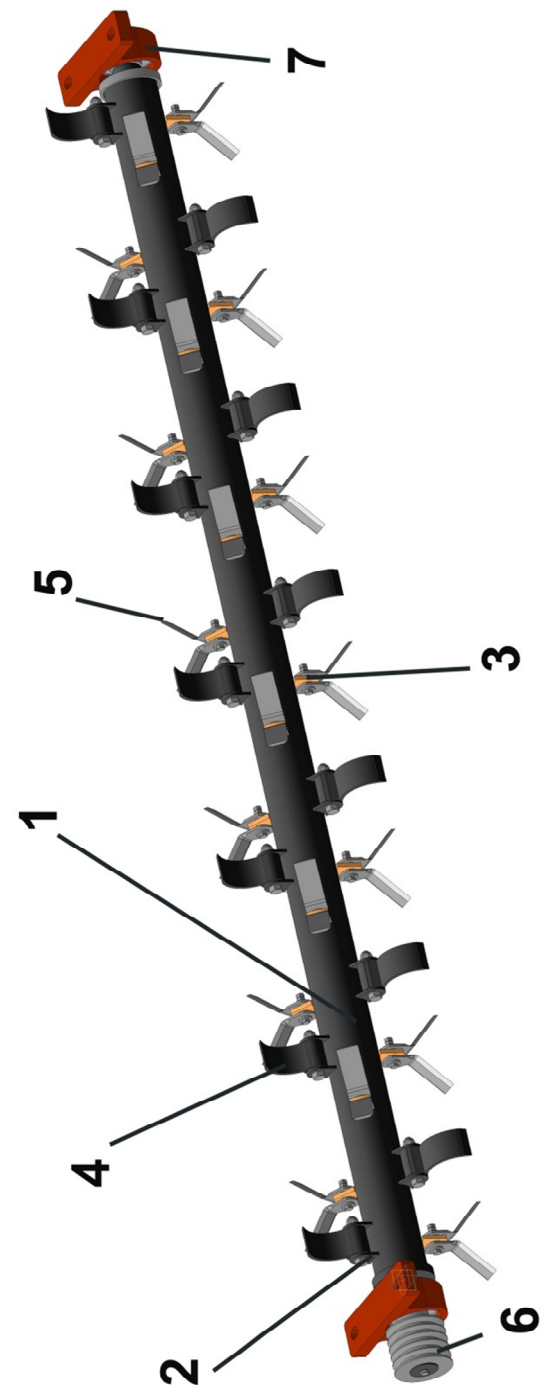
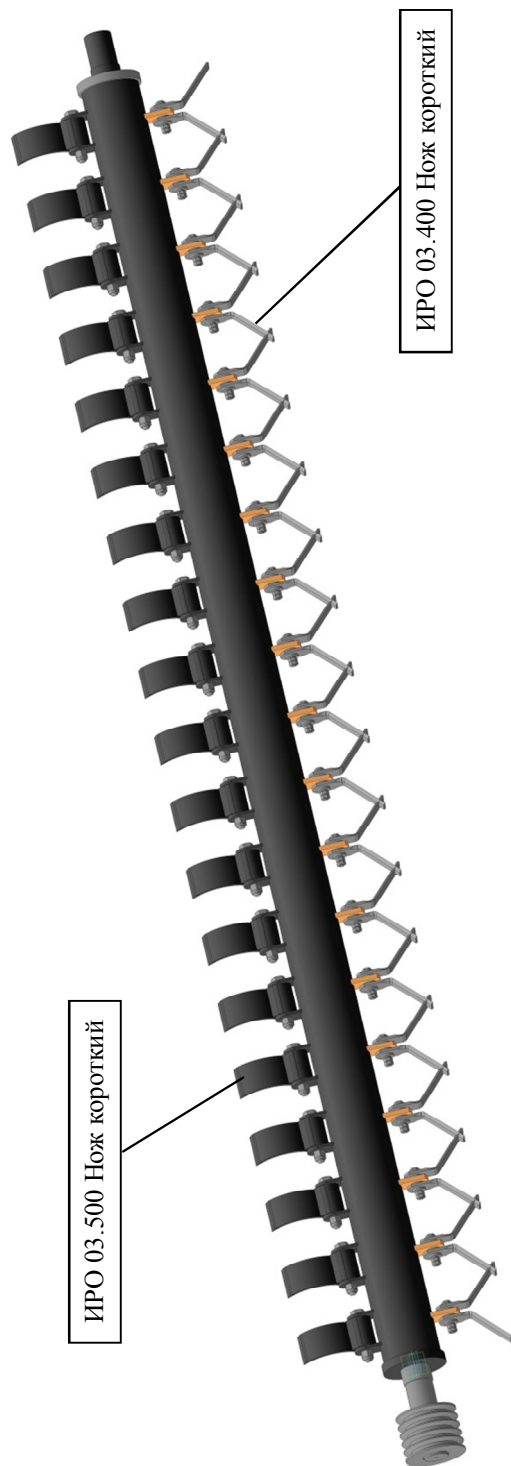
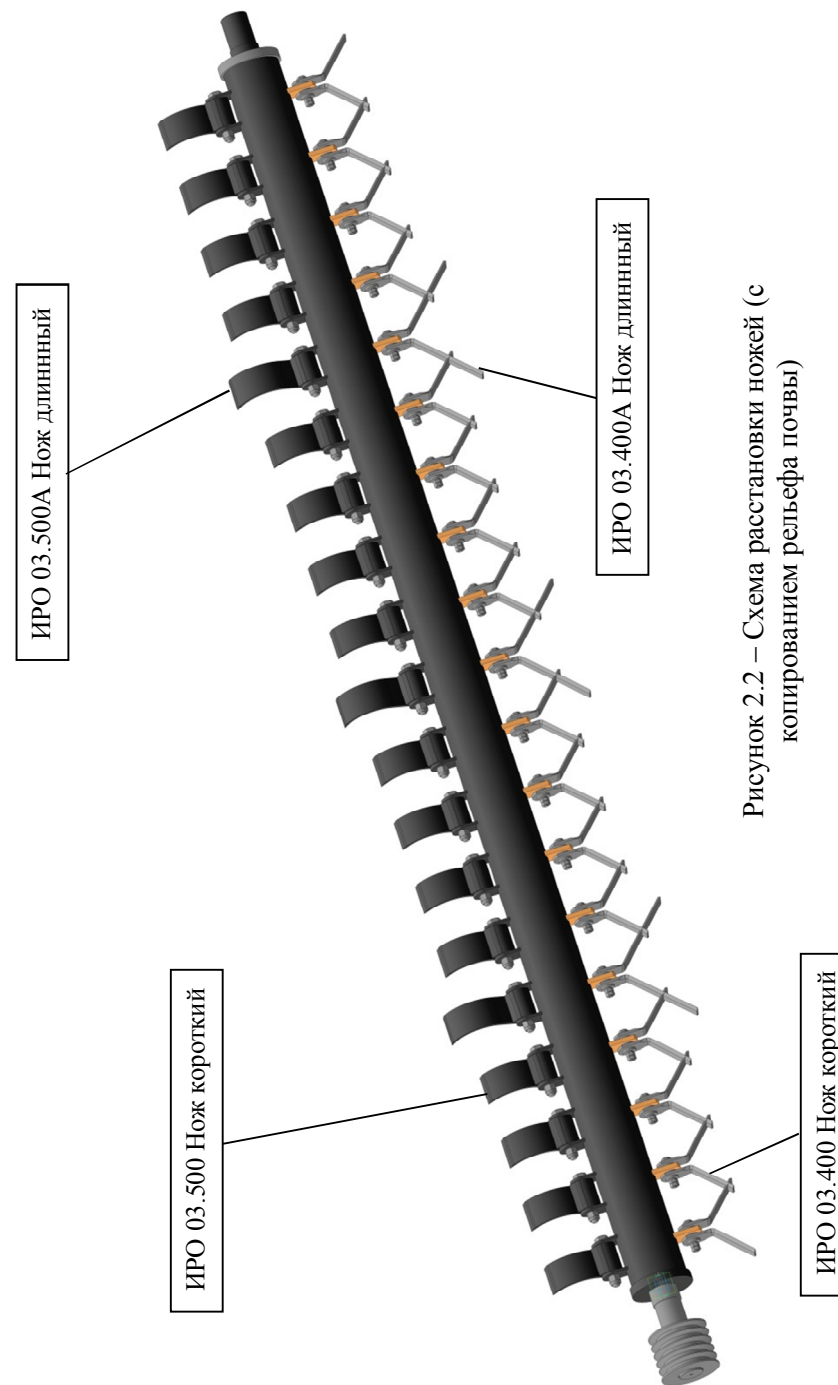

Рисунок 2 – Ротор в сборе
Рисунок 2.1 – Схема расстановки ножей (без копирования рельефа почвы)
Рисунок 2.2 – Схема расстановки ножей (с копированием рельефа почвы)
3.3 Ротор (см. рис.2) представляет собой сварную конструкцию, состоящую из толстостенной трубы 1 с приваренными ушами 2 и 3, в которых с помощью резьбового соединения устанавливаются ножи 4 и 5. Машина может комплектоваться ножами одного размера и дополнительно удлиненными ножами для копирования рельефа поля. Схема установки ножей см. рис.2.1,рис.2.2. На конце ротора установлен шкив 6 клиноременной передачи. На раму ротор в сборе монтируется в корпусах 7 со сферическими подшипниками.